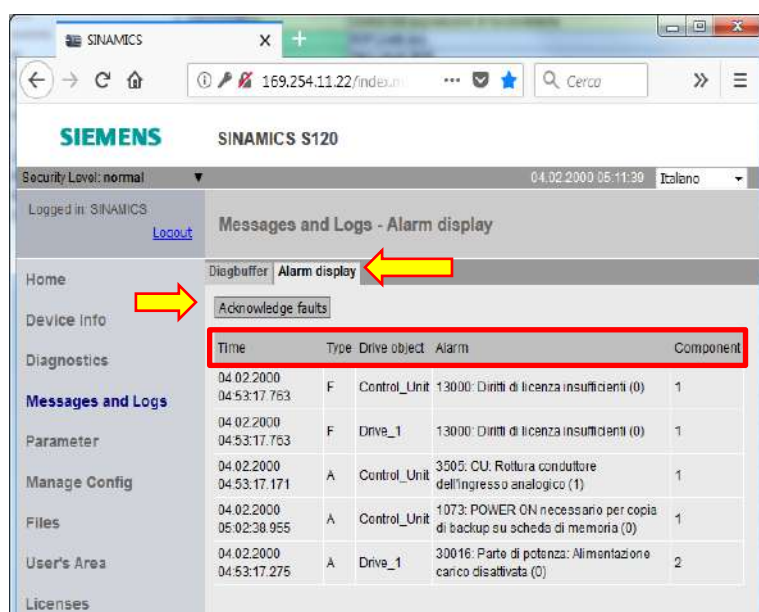

Figura 22 - Schermata SIEMENS S120, Messages and Logs
- **TYPE** identifica il tipo di segnalazione in *Avviso* (A) e *Fault* (F).
- **ALARM**, riporta il codice dell'errore o dell'avviso (es:13000, 3505, 1073, ecc...) che si riferisce al tipo di problema riscontrato, seguito da una breve descrizione. In base a questo codice sarà possibile risalire alla causa e alla soluzione del problema approfondendo l'argomento nel manuale *SIEMENS LH1 Manuale delle Liste* (Figura 22)